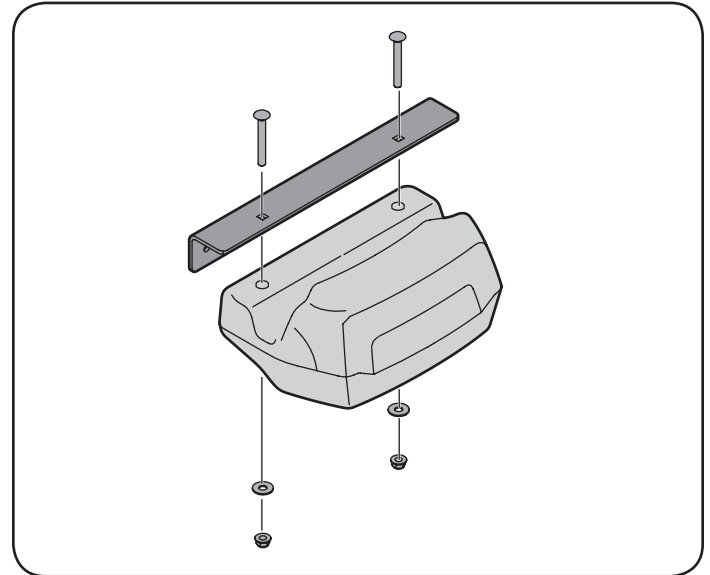
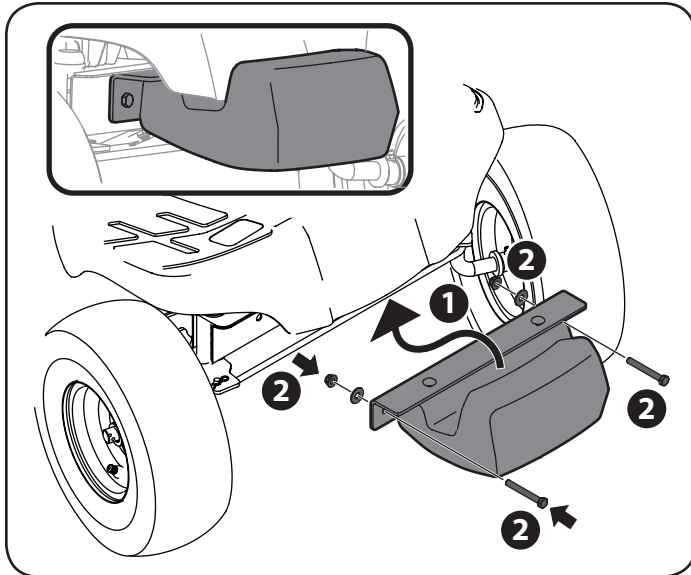

Figure 10
Figure 12
Assemblez puis attachez la barre de pesée à la direction avant à l'aide du matériel fourni dans la trousse de matériel 683-05147, comme illustré à la Figure 10 et à la Figure 12.
1. Installez le support de fixation du contrepoids au contrepoids à l'aide de deux boulon de carrosserie 710-0572, de deux rondelles plates 736-0159 et de deux écrous de blocage à bride 712-04063 provenant de la trousse de matériel 683-05147. Consultez la Figure 10.
3. Sécurisez l'ensemble de la barre de pesée sur le tracteur à l'aide de deux écrous à tête hexagonale 710-0378 de deux rondelles plates 736-0159 et de deux écrous de blocage à bride 712-04063 provenant de la trousse de matériel 683-05147. Consultez la Figure 12.